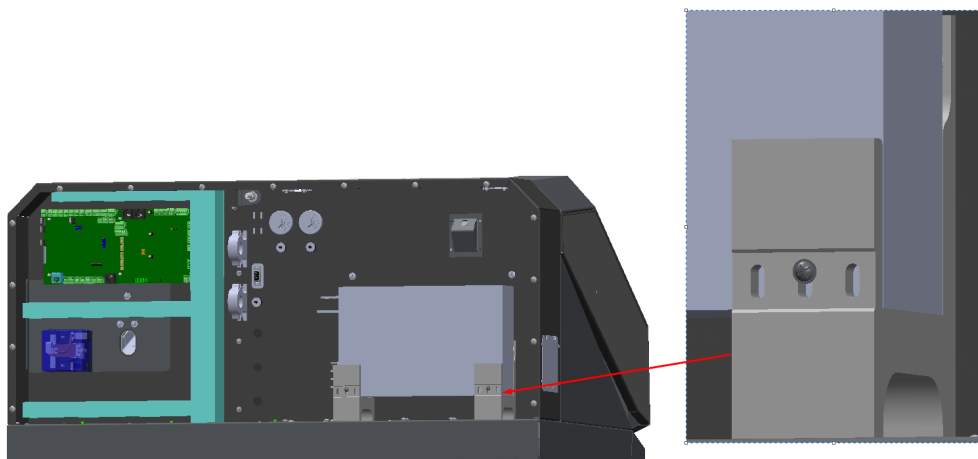

Рисунок 5. Фиксация блока питания
5. Прикрепить блок питания к кронштейнам винтами M4x20 см. рис. 5.